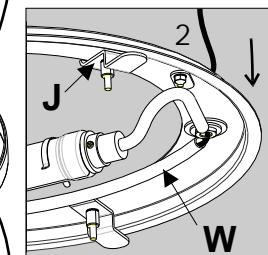
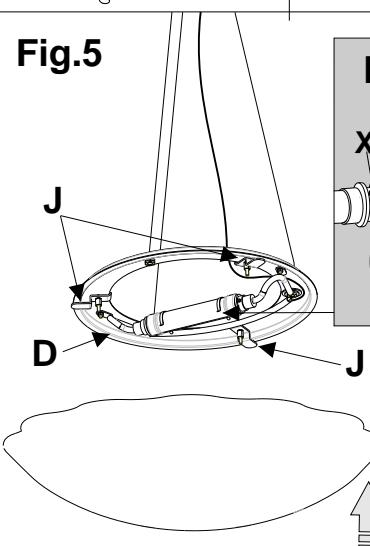

Fig.5
Fig.6
- .5. - Inserire la lampadina nel portalampade. Per il modello **Alogena R7s - Fig.6** - accoppiare le due metà del vetro di protezione Pyrex "Y" all'interno della sede costituita dai due anelli laterali "X". Assicurare le due metà inserendo a scatto le molle "Z" alle estremità del vetro Pyrex, come illustrato in **Fig.6**.
- .6. **Fig.5** - Rimuovere le staffe "J", posizionare il vetro in sede quindi assicurarlo alla struttura riposizionando e avvitando moderatamente le staffe "J".
- .5. Fig.5. Insert bulb - For halogen lamp :Insert bulb inside double ended socket, then place the two half safety glass pyrex. Tubes "Y" in order to be coupled inside the opposite collars of rings as shown. Clamp the two parts by pushing the two release springs "Z" as shown in (See Fig.6).
- .8. (See Fig.5) Run wire through canopy cover "C" and through hole "H" in canopy "A".
- .5. Die Verkabelung des elektrischen Kabels. Der Lampenfassung ausführen: Nachdem das halogene Glühmittel (R7s) eingeführt worden ist, die zwei Hälften des Schutzglases "Y" aneinander legen und in die beiden Seitenringe "X" legen. Die zwei Hälften aneinander sichern, indem man die zwei Klammern "Z" an die Enden des Schutzglases festklammert (siehe Abbildung 6).
5. Fig.5 - Inséré l'ampoule . HALOGENÉ :Après avoir inséré l'ampoule halogène R7s, accoupler les deux moitiés du verre de protection pyrex "Y" à l'intérieur de la siège formée par les deux bagues latérales 'X'. Assurer les deux moitiés en insérant à déclic les ressorts "Z" aux bouts du verre Pyrex, comme montré dans la figure.6.
6. Fig. 5. Fixer le verre diffuseur. Desserer les 3 étriers "J" et fixer le verre diffuseur à la structure en serrant modérément les 3 étriers "J".
5. FIG.5 Introducir el bombillo en el porta-lámpara. HALÓGENA : Después de haber introducido la bombilla Halógena R7s , junta las dos mitad del vidrio de protección pirex "Y" dentro del asiento constituido de los dos anillos laterales "X".Asegure las dos mitad introduciendo a clic los muelles "Z" a la extremidad del vidrio Pirex, como ilustrado en figura 6.
9. FIG. 5. Realizar el cableado eléctrico del porta-lámpara pasándolo a través del orificio de la tapa "C" y por el orificio "H"de la caja del plafón "A". FIG. 7 Sucesivamente conectar el cable a la bornera teniendo cuidado de bloquearlo en el bloqueador a puente "I".